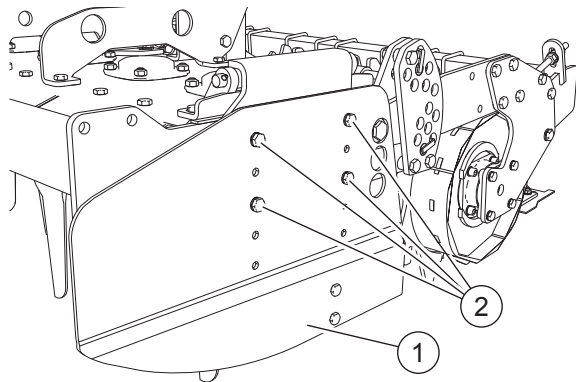

FIG. 36
Desserrer les vis (2, "Fig. 36"). Lever ou baisser le déflecteur latéral (1). Serrer les vis (2).